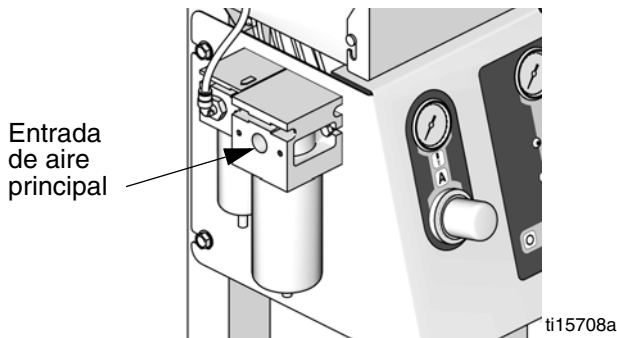

FIG. 3. Entrada del suministro de aire
2. Conecte la tubería principal de suministro de aire a la entrada de aire principal. Esta tubería suministra aire a los solenoides, válvulas y bombas. Vea la FIG. 3.